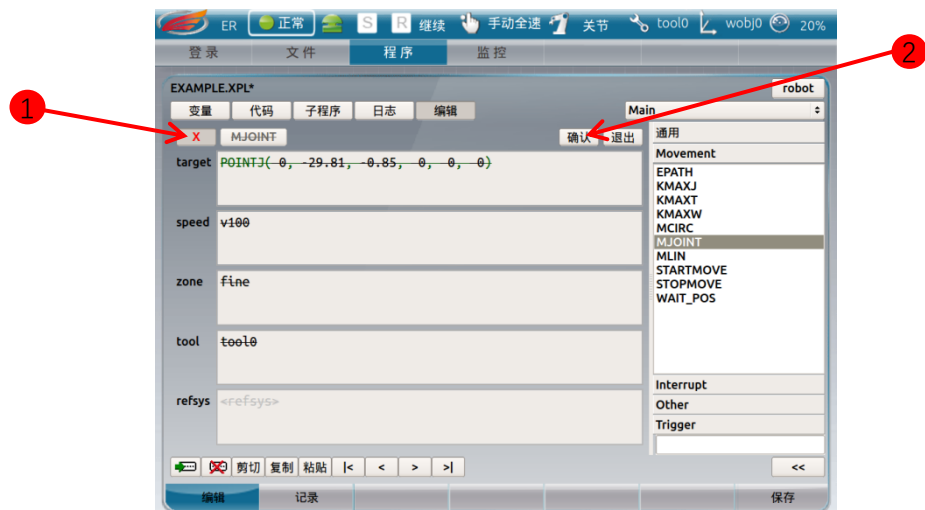

图 18
2. 点击注销按钮 “”（图 18 中标记 1），再点击确认（图 18 中标记 2）即可完成对该行的注销。